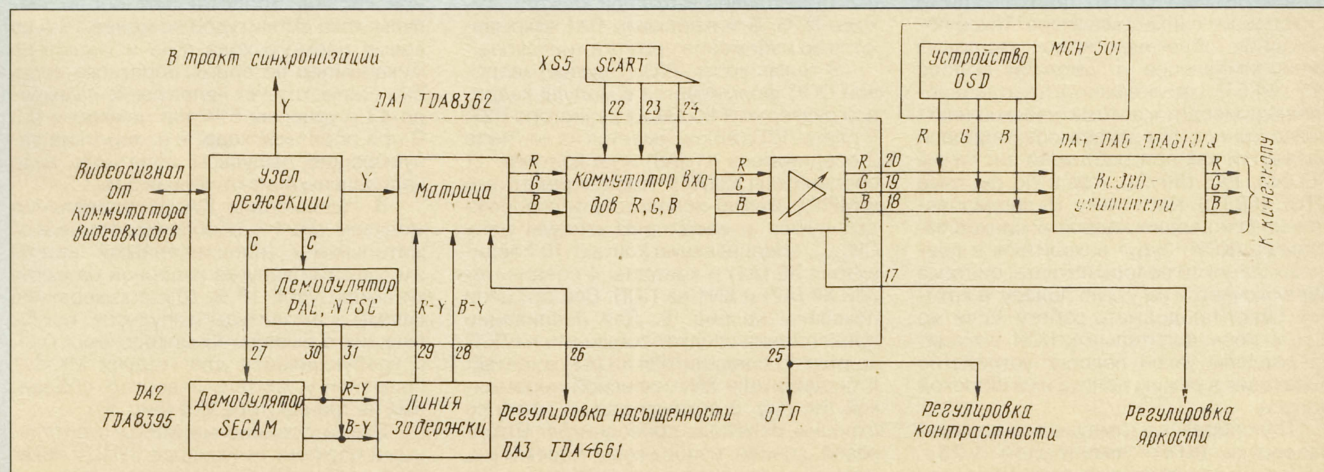
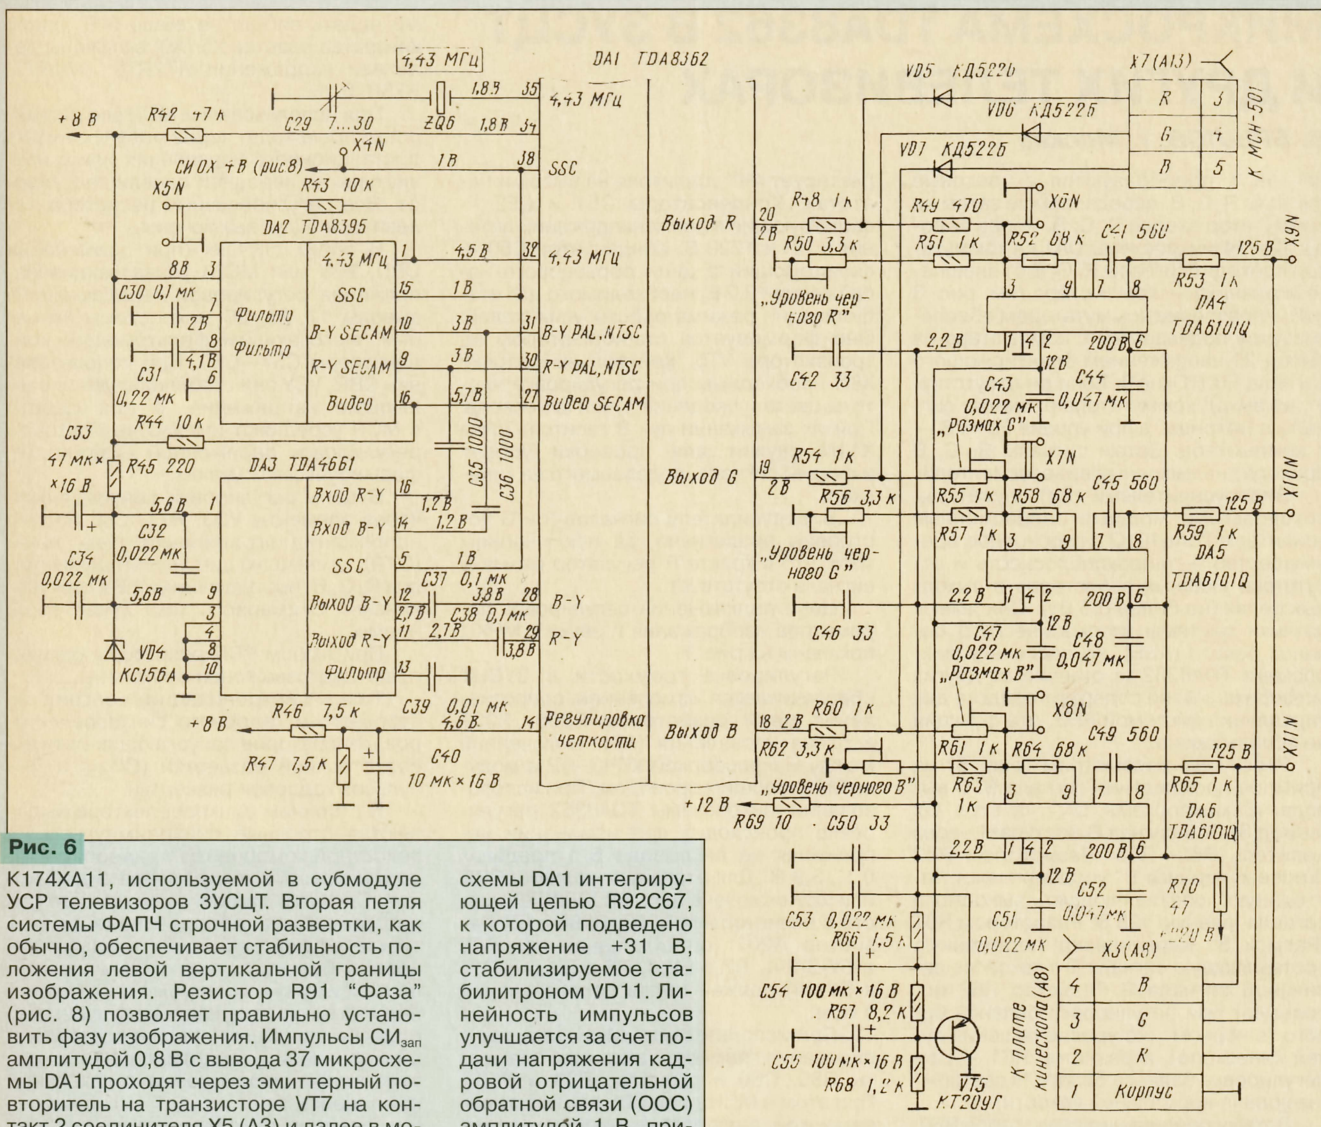
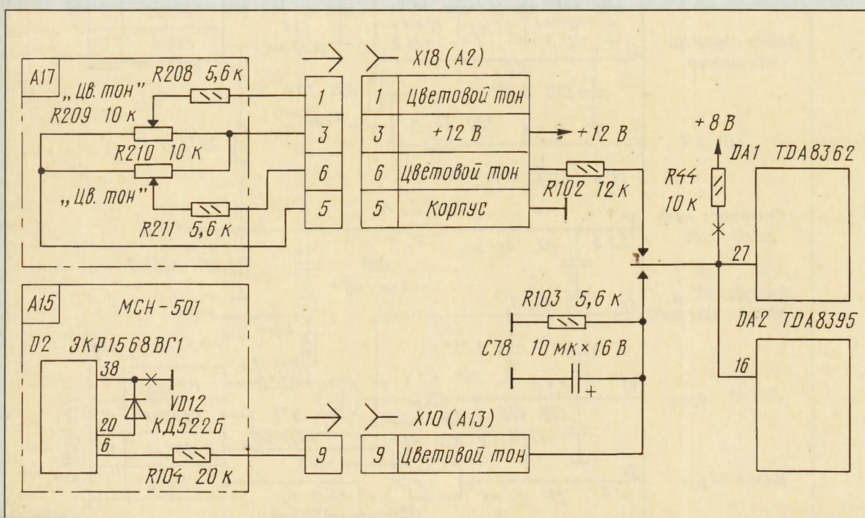

Рис. 5
Рис. 6
Рис. 11
Видеотракт МРКЦ собран на шести микросхемах: TDA8362, TDA8395, TDA4661 и трех TDA6101Q. Он включает узел режекции, демодуляторы сигналов разных систем вещания, линию задержки, матрицу, коммутатор входов R, G, B, устройство OSD, видеоусилители. Взаимосвязь этих устройств показана на рис. 5, а принципиальная схема — на рис. 6. В видеотракте видеосигнал преобразуется в цветоразностные, а затем в цветные сигналы.
Работу ВУ рассмотрим (рис. 6) на примере прохождения сигнала В. С вывода 18 микросхемы DA1 на вход ОУ (вывод 3) DA6 сигнал В поступает через делитель R60—R63. Резистором R62 "Уровень черного В" устанавливают постоянную составляющую выходного сигнала, равную 125 В. Резистором R61 "Размах В" выравнивают переменную составляющую сигнала В с такой же величиной сигнала R. Резистор R62 используют при регулировке баланса белого "в черном" (на уровне гашения лучей кинескопа), а резистор R61 — при регулировке баланса белого "в светлом" (на уровне нормальной яркости).
2. Перечень систем цветного телевидения, обрабатываемых микросхемой TDA8362, определяется напряжением на ее выводе 27. Если оно больше +5 В (вывод 27 через резистор R44 соединен с проводником напряжения +8 В, как показано на рис. 6), то обрабатываются только сигналы систем SECAM и PAL. Если есть необходимость в обработке также любой из систем NTSC, то цепь подключения вывода 27 микросхемы следует смонтировать в соответствии с рис. 11, установив элементы R102—R104, C78, VD12 и сняв резистор R44.
При использовании УВП типов УСУ, СВП регулятором цветового тона NTSC (в этой системе необходима такая оперативная регулировка, поскольку изменение амплитуды сигналов яркости вызывает изменение окраски изображения) служит переменный резистор R211 (рис. 11) — один из двух регуляторов цветового тона, установленных на корпусе телевизора.